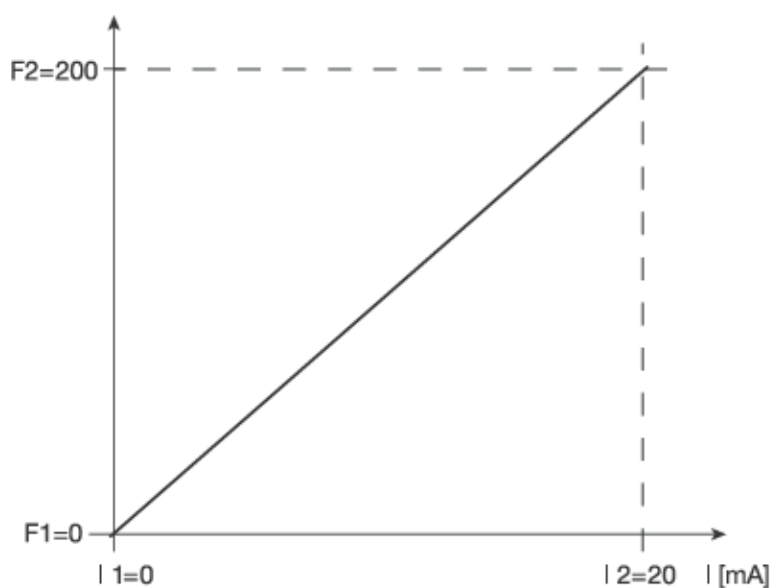

図 21 「Analog (アナログ)」モードにおける
- ◆ 直線がゼロ (0/0) を通過する必要があるため、 $I1 = 0\text{mA}$ と $F1 = 0\text{ spm}$ をセットします (図21を参照)